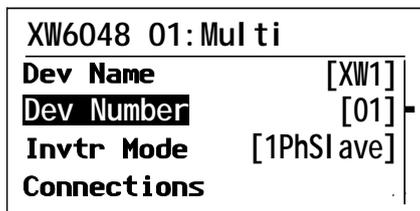

Figura 3-6 Definición del número de un dispositivo
2. En el menú Multi-Unit Config (Configuración de varias unidades), seleccione Dev Number (Número de dispositivo). Consulte la Figura 3-6.